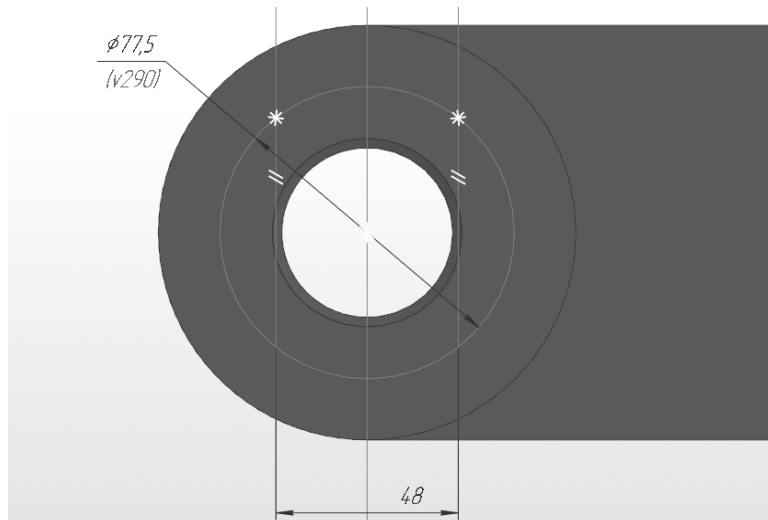

Рис. 2.18. Эскиз для построения отверстий
3. На окружности укажите две точки (кнопка «Точка» на панели Геометрия), расстояние между точками – **48 мм**. Результат выполнения операции представлен на рис. 2.18.